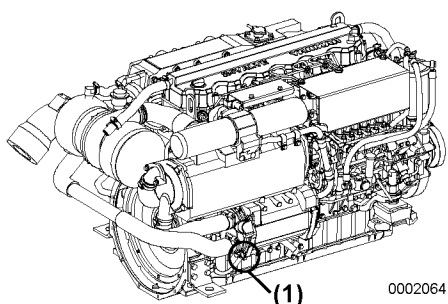
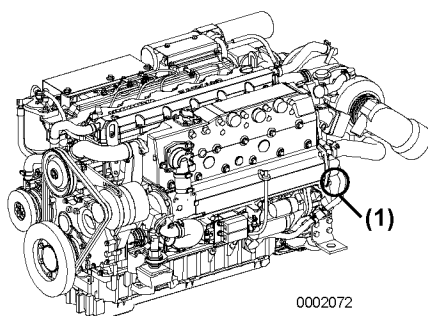

Figure 1
Figure 2
1. Ouvrez les robinets de vidange d'eau de mer (**Figure 1, (1)**) , (**Figure 2, (1)**) et purgez l'eau de mer.